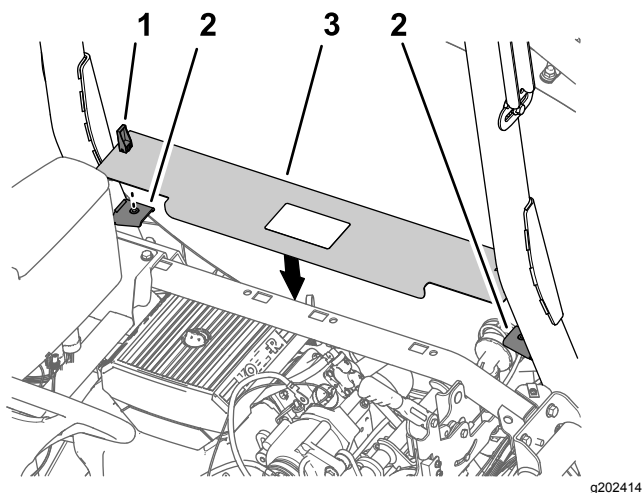

Bild 218
1. Fluchten Sie die Riegel der Motorabdeckplatte mit den Büchsen in den Plattenstützhalterungen am Überrollbügel aus (Bild 218).
2. Montieren Sie die Platte an den Halterungen (Bild 218).
3. Drehen Sie die Griffriegel nach unten, um die Platte an den Halterungen zu befestigen (Bild 218).